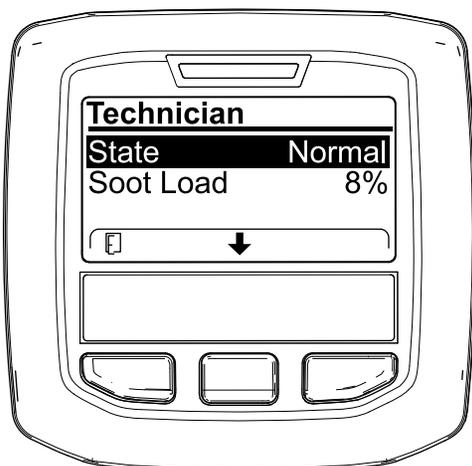

Figura 62
- Servitevi della tabella dell'operatività FAP per comprendere lo stato corrente dell'operatività del FAP (DPF) (Figura 62).